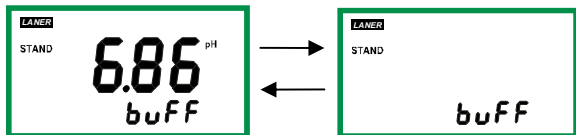

图 7-1
1、将清洗干净的电极放入 PH6.86 缓冲液中,轻轻搅拌几下,待仪表显示稳定(60 秒内显示数值没有变化)后,按下 CAL 键,仪表将有 6.86 数值跳闪,且屏幕左上角有 STAND 显示。若不是(7.00),可参考本说明书 23 页中校准模式设置的步骤更改,仪表显示如图 7-1 所示: